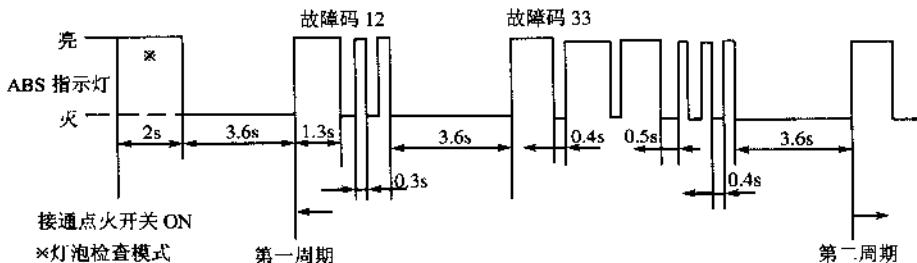

图 8.12 故障代码闪烁显示示意图
- ② 在不踏动制动踏板的前提下, 接通点火开关。
- ③ 根据 ABS 指示灯的闪烁情况读出故障码。指示灯的闪烁按时间分为长闪烁和短闪烁, 长闪烁的次数代表故障码的十位数, 短闪烁的次数代表故障码的个位数。长闪烁灯亮 1.3s, 短闪烁灯亮 0.3s, 同种闪烁之间间隔(灯灭) 0.4s, 长短闪烁之间间隔 0.5s。如果故障码不止一个, 则将按故障码数字的大小顺序依次反复显示, 各故障码之间间隔 3.6s。如图 8.12 所示就是故障码 12 和 33 的显示示意图。故障码的显示一般很难一次读准, 因此至少应读两次甚至两次以上, 以确认读到正确的故障码。